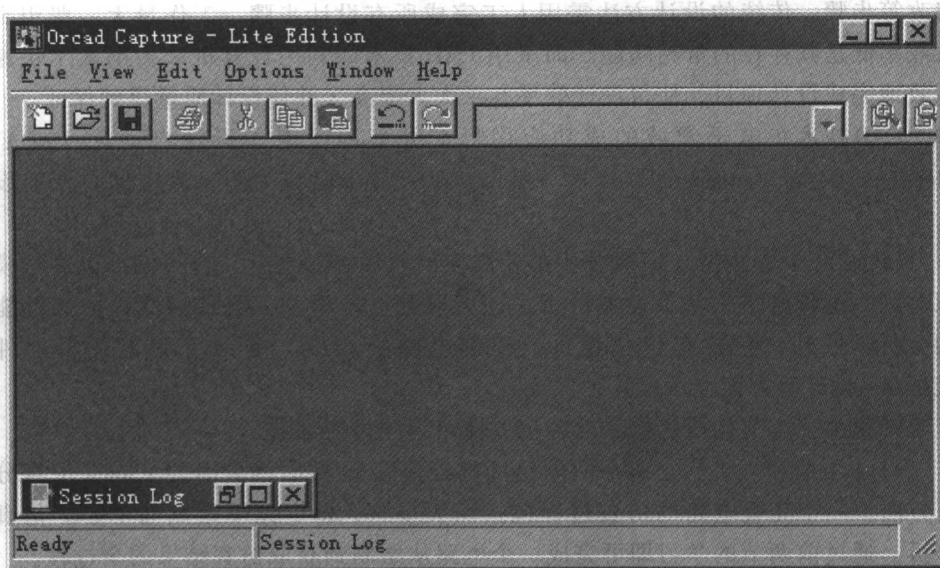

图 1-1 Capture 主界面
(1) 启动 OrCAD/Capture 视窗 按  按钮，点击程序 \ OrCAD Family Release 9.2 Lite Edition \ Capture Lite Edition，即可启动 Capture 软件，进入如图 1-1 所示界面。